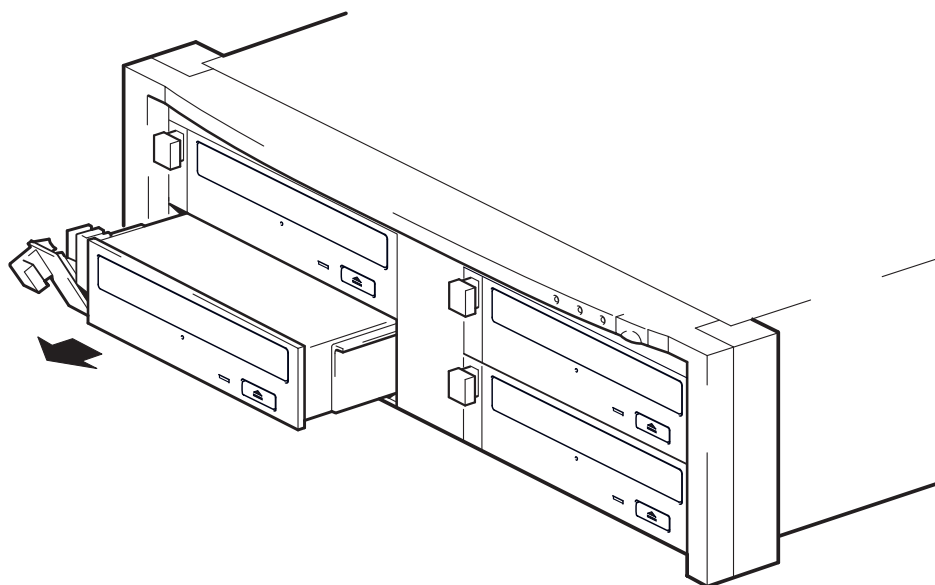

图 5b: 卸下驱动器
- 2 用抽出器拉杆将驱动器从磁带组中轻轻地拉出。（见图 5b。）